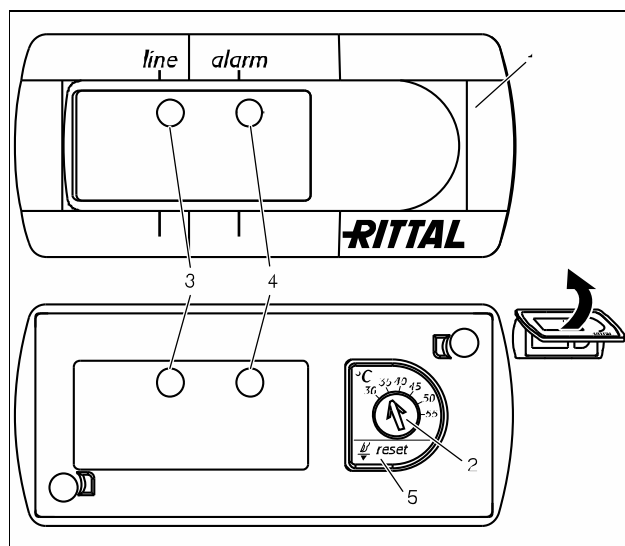

Imagen 32: Controlador básico
- Ajuste la temperatura teórica deseada en el dispositivo (imagen 32, página 21).
- Presione la tecla reset (imagen 32, nº 5) durante como mín. 3 segundos.